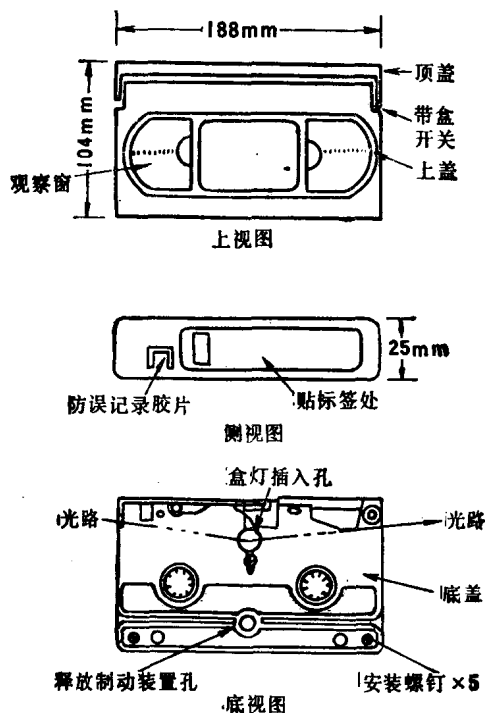

图 5 磁带盒外部结构
a) VHS 型录像机用磁带, 又称大 $1/2$ 英寸磁带, 磁带宽为 12.65mm 。磁带盒的外形尺寸为 $188 \times 104 \times 25\text{mm}^3$, 如图 5 所示。